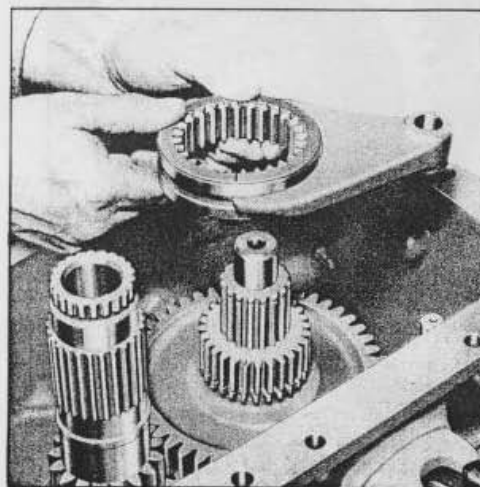

Fig. 18 = Depose du Coulisseau 1ere/3eme /2eme/5eme
4. Extraire le circlip se trouvant à l'extrémité avant de l'arbre supérieur principal, retirer la rondelle de butée et le pignon 2ème/5ème. Desserrer l'écrou de blocage et retirer la vis de la fourchette de sélecteur de 1ère/3ème/2ème/5ème vitesse, puis retirer la fourchette et le coulisseau (voir Fig. 18).
Remarque: Le pignon interne et le coulisseau doivent être considérés comme indissociables; ils portent des repères indiquant les positions relatives qu'ils doivent occuper une fois montés. (Voir Fig. 18).